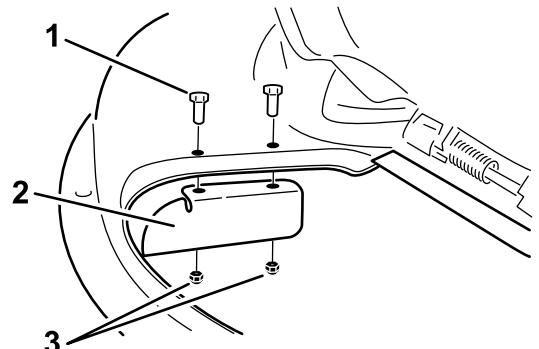

Figura 18
- 9. Instale o abafador de corte na plataforma do cortador (Figura 18).
3. Retire o abafador de corte da plataforma do cortador (Figura 18).